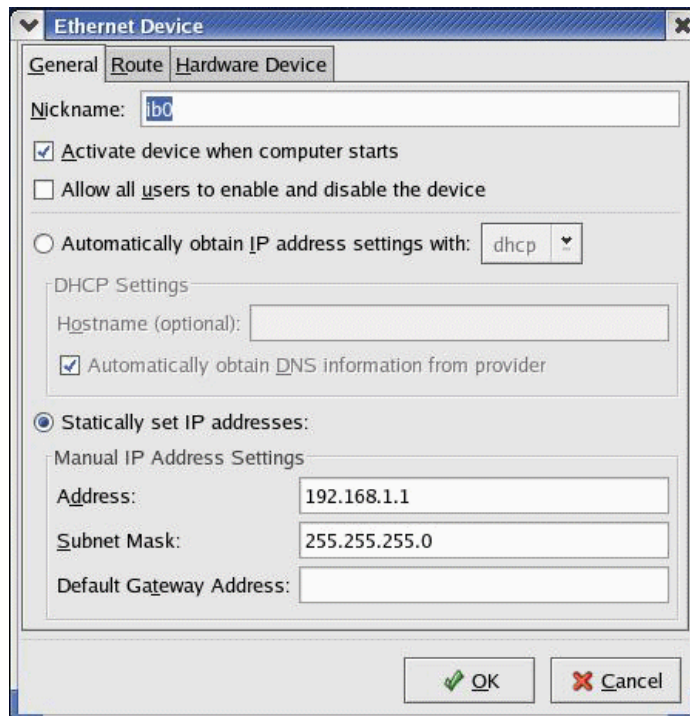

図8-20 Ethernet Device ウィンドウ
7. 図 8-20 のようなウィンドウが表示されます。「**Activate device when computer starts**」のチェック・ボックスを選択します。「**OK**」をクリックして、ウィンドウを閉じ、設定を保管します。